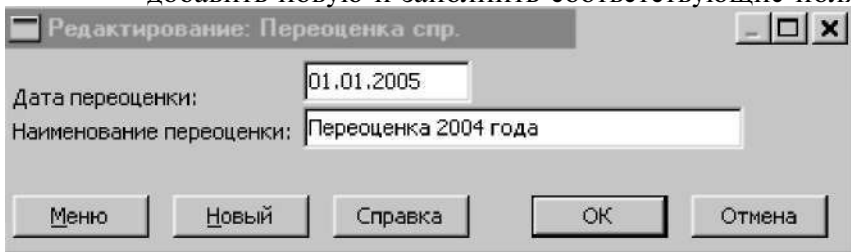

Рисунок 2.10.
1. Выбрать необходимую переоценку. Если она еще не занесена в справочник, то добавить новую и заполнить соответствующие поля. Рисунок 2.10.